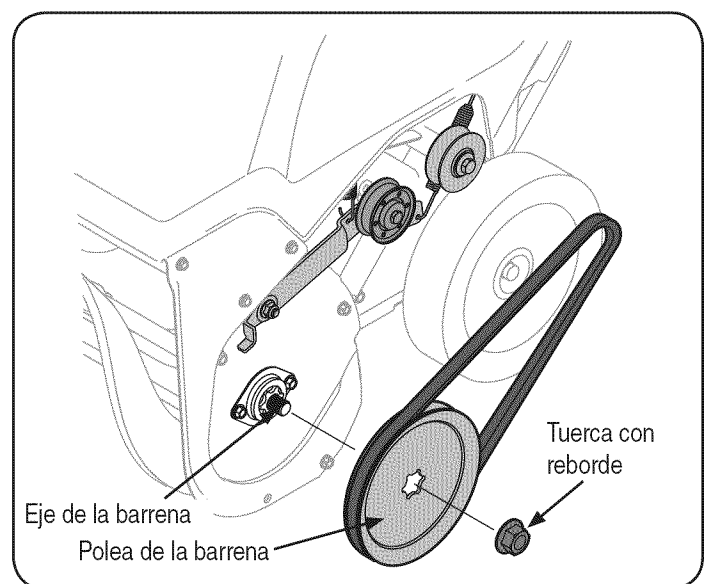

Figura 17
5. Extraiga la tuerca de brida que sujeta la polea de la barrena al eje de la barrena. Vea la figura 17.